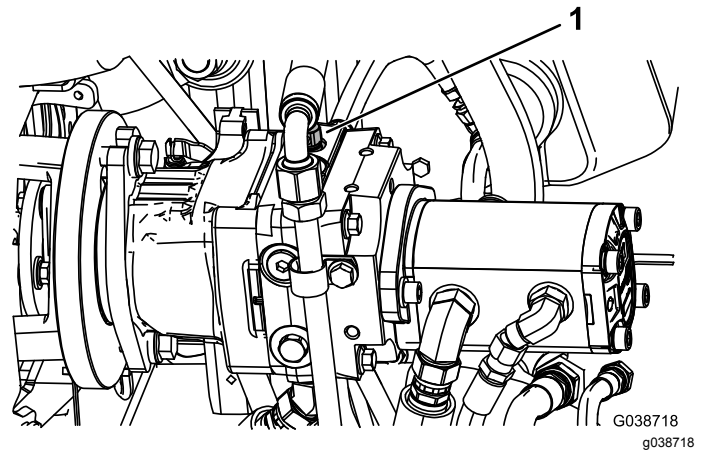

Figura 25
1. Localice la válvula de desvío en la bomba y gírela en sentido antihorario dos vueltas completas (Figura 25).
2. Antes de arrancar el motor, cierre la válvula de desvío girándola en sentido horario dos vueltas completas (Figura 25).